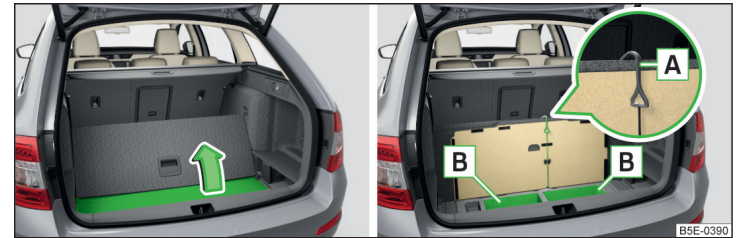

Abb. 141 Bodenbelag anheben / Ablagefächer unter dem Bodenbelag
Bei Fahrzeugen, die mit keinem Notrad ausgestattet sind, befinden sich unter dem Bodenbelag des Gepäckraums die Ablagefächer [B] » Abb. 141.
- Den Bodenbelag in Pfeilrichtung anheben » Abb. 141 und den Haken [A] an der Oberkante des variablen Ladebodens einhaken.